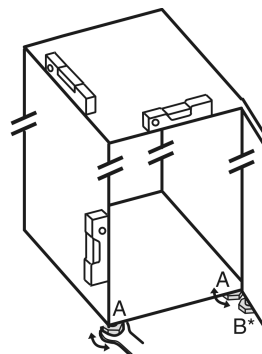

Fig. 2
- ▶ Odvrnite podesive nožice Fig. 2 (A) priloženim viličastim ključem i libelom prema van dok uređaj ne stoji čvrsto i ravno.
- ▶ Odvijte podesivu nožicu Fig. 2 (B) na podlošku ležaja priloženim viličastim ključem dok se ne podupre o pod.
- ▶ Nastavite okretati podesivu nožicu Fig. 2 (B) za 90°.